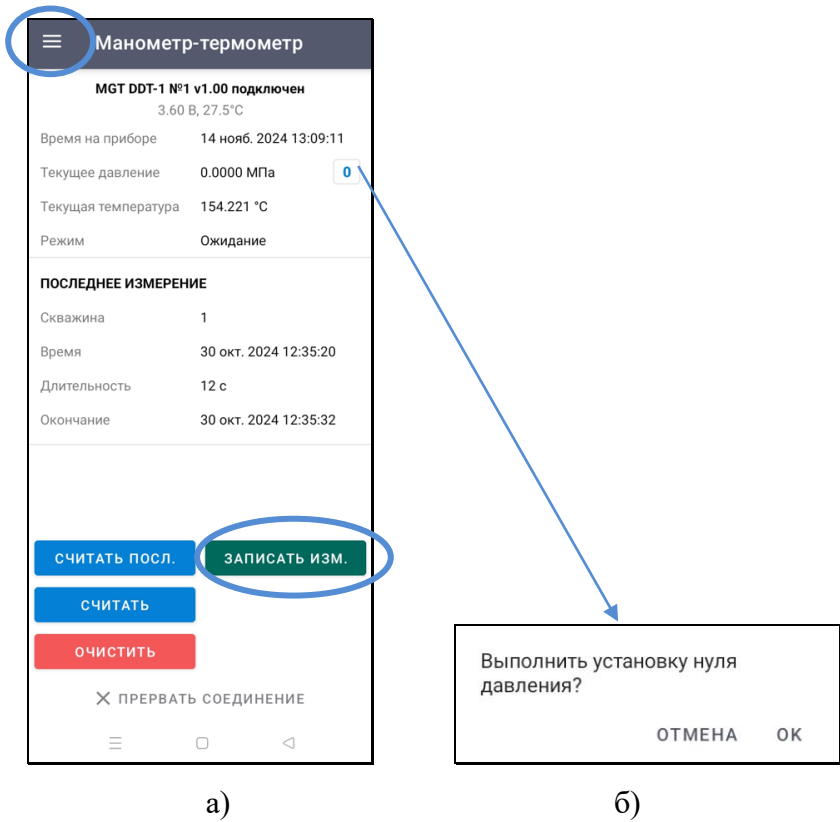
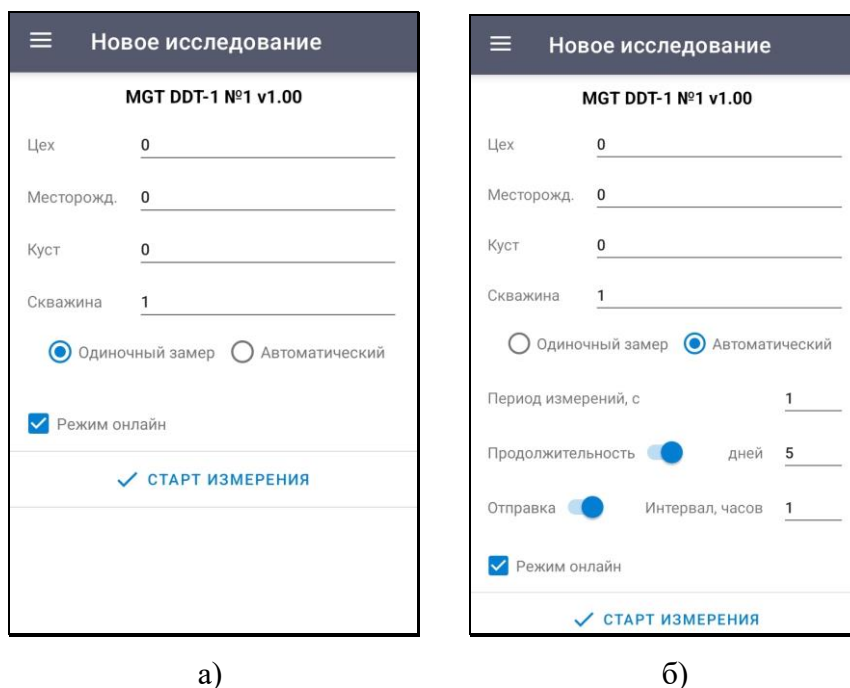

Рисунок 3
Рисунок 7
- 2) поднести мобильное устройство обратной стороной, где расположена NFC-антенна, к лицевой части корпуса датчика и дождаться появления экрана «Манометр-термометр» (рисунок 3 а);
2.4.3.1 Для ввода необходимых параметров исследуемой скважины в меню («») (см. рисунок 3 а) следует выбрать пункт «Настройки» и ввести данные.
Работа с изделием осуществляется при помощи мобильного устройства с установленным на него ПО «MGT Mobile». После сохранения настроек, указанных в п. 2.4 настоящего документа появится экран «Манометр-термометр» (рисунок 3 а).
Для записи измерений необходимо нажать кнопку «ЗАПИСАТЬ ИЗМ.» (см. рисунок 3 а). В окне «Новое исследование» следует проверить и, при необходимости, изменить заданные настройки, далее нажать кнопку «СТАРТ ИЗМЕРЕНИЯ» (рисунок 7 а – одиночный замер, рисунок 7 б – автоматический режим).